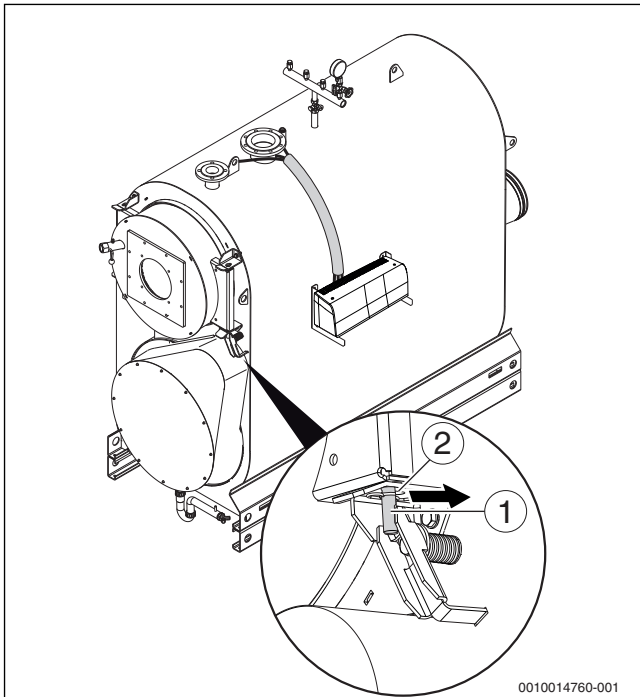

Рис. 14 Удаление шплинта
- ▶ Затяните пружину винтом с внутренним шестигранником так, чтобы между коромыслом и шарнирной осью образовался зазор (→ рис. 14, стр. 22).
- ▶ Выньте вверх шарнирную ось (→ рис. 14, [1], стр. 22) из отверстия шарнира.
- ▶ Вставьте шплинт под нижним кронштейном двери в шарнирную ось (→ рис. 14, стр. 22).